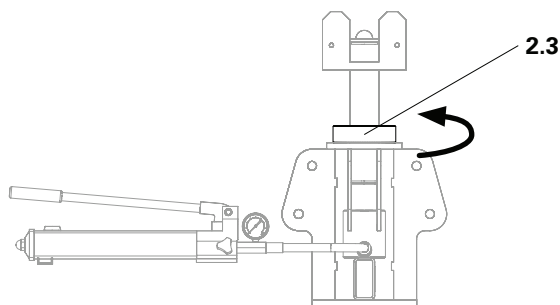

Fig. C2.03c
5. Serrare il dado dell'albero di testa (2.3). (Fig. C2.03c)